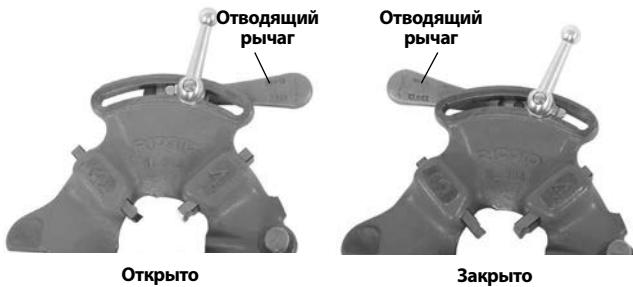

Рис. 7 – Рычаг в открытом/закрытом положении
- Переместите отводящий рычаг в положение ОТКРЫТ (Рис. 7).